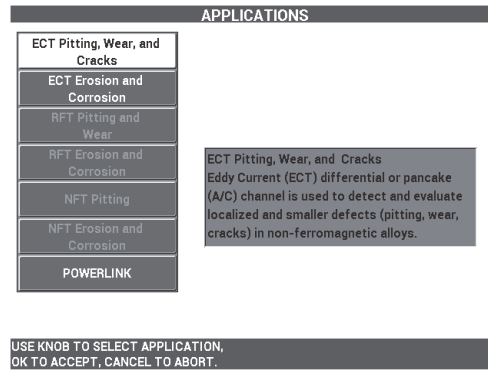

Abbildung 5-157 Anwendung ECT Lochfraß, Verschleiß, Risse
- Drücken Sie die Funktionstaste A, um **WEITER** auszuwählen und um das Anwendungsmenü zu öffnen, Drehen Sie dann den Drehknopf, um **ECT Lochfraß, Verschleiß, Risse** auszuwählen und drücken Sie zur Bestätigung die Direktzugriffstaste (✓) [siehe Abbildung 5-157 auf Seite 256].